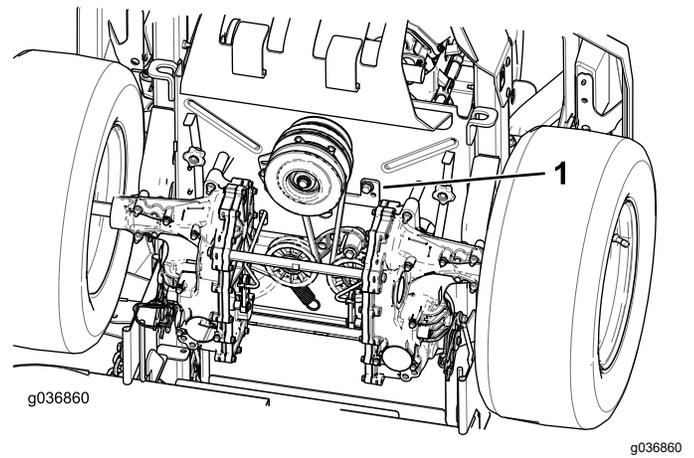

Figura 65
5. Retire el tope del embrague (Figura 65).
9. Instale el tope del embrague (Figura 65).